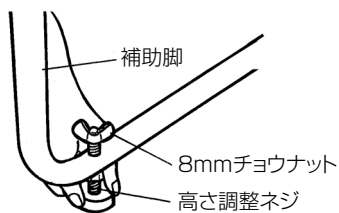

図 22
- (5) 図22のように補助脚についている高さ調節ネジ(2個)をまわして、本体のテーブル面と延長テーブル面が同一面になるように、また補助脚がぐらつかないように調整します。